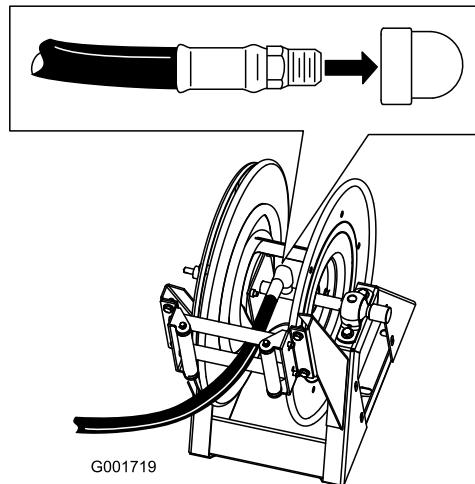

Figura 14
1. Aplique fita de Teflon® em torno das estriadas do encaixe na tubagem longa, e instale o encaixe no tubo de ligação da bobina (Figura 14).